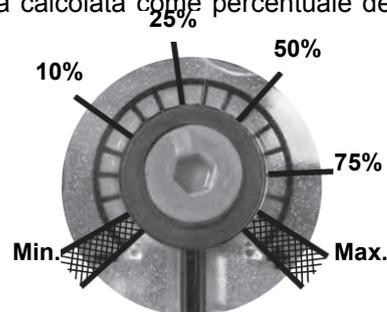

Fig. 4
La posizione dell'indicatore nella ghiera indica il valore della pressione in uscita calcolato come percentuale del fondo scala del sensore PS (Fig. 4)
2. Spingere VD in avanti fino alla battuta, fig. 4.